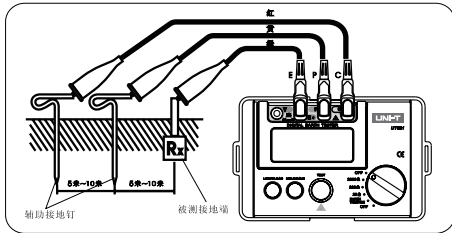

图 2
- 将P和C接地钉打到地深处，它们和待测地设备排列成一行（直线），且彼此间隔5米~10米远，连接方法如图2：